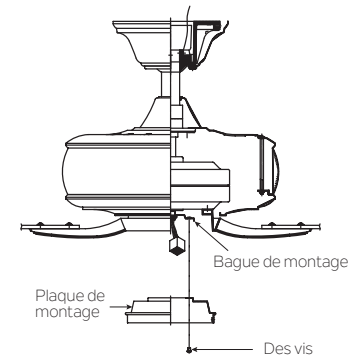

Fig. 15
**Step 1.** Desserrez les deux vis sur la bague de montage fixée à l'arbre du moteur et "retirez" et conservez la troisième vis. (Fig. 15)
**Step 2.** Placez les trous de la clé sur la plaque de montage par-dessus les 2 vis précédemment desserrées de la bague de montage, tournez la plaque de montage jusqu'à ce qu'elle se verrouille en place dans la section étroite des trous de la clé. Fixez en serrant les 2 vis précédemment desserrées et celle précédemment retirée. (Fig. 15)